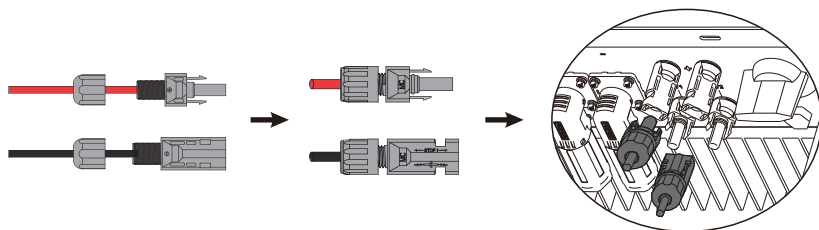

Рисунок 4.1-3 Підключення фотоелектричної штекера до інвертора
**Крок 3.** Закрутіть кришку і підключіть її з боку інвертора. Буде чути кляцання, якщо конектори правильно вставлені в фотоелектричні штекери. Див. рисунок 4.1-3.